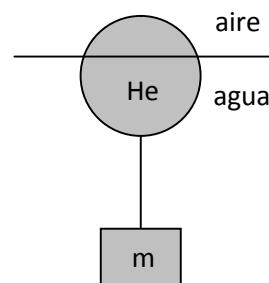

Figura 6
- Dibuje las fuerzas que actúan sobre el globo y sobre la carga (en forma separada), una vez que el globo llega a la superficie del agua quedando parcialmente sumergido (ver la figura 6). (**Ayuda:** no olvide la tensión de la cuerda que sujeta la carga).